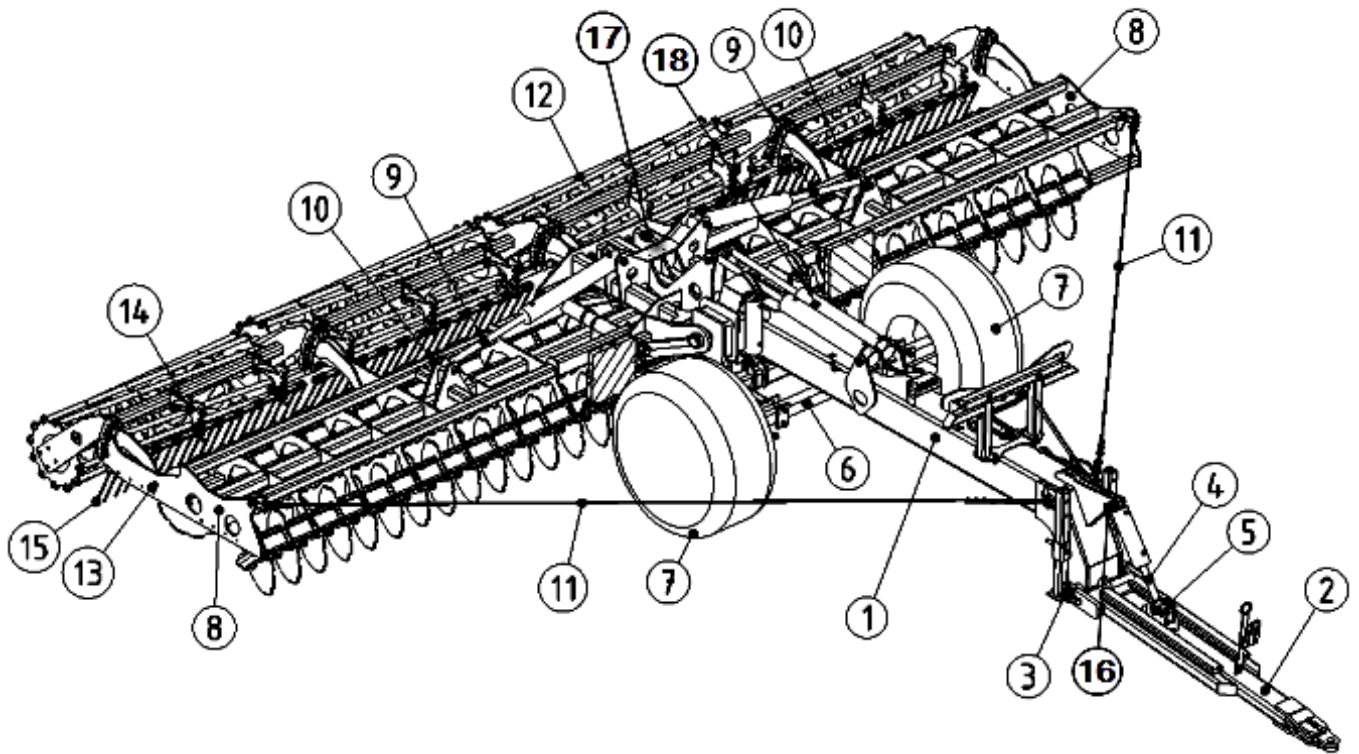

Рисунок 1. Схема сборки агрегата.
- Установите дышло (2) (рис. 1) на основной раме (1) при помощи крепёжной оси (3) (размер \varnothing 70x635), шайбы, корончатой гайки, которую после затяжки застопорить штифтом от проворачивания.
- Закрепить гидроцилиндр (4) на основной раме (1) посредством крепёжного болта (16) (размер \varnothing 30x120) и на дышле крепёжным болтом (5) (размер \varnothing 30x150)
- Установить ось колеса (6) на основную раму (1).
- Смонтировать два опорных колеса (7) на ось (6).
- Подсоединить трактор с дышлом (2) агрегата, соединить гидросистему агрегата с гидросистемой трактора.
- Разложить заднюю самонесущую складную раму (17) путем выдвигания штока гидроцилиндров (18).
- Смонтировать две боковых рамы (8) на самонесущую складную раму (17).
- Закрепить шток гидроцилиндра (9) на боковых рамах (8) при помощи крепёжных болтов (10) (размер \varnothing 30x180).
- Зафиксировать два троса (11) (и отрегулировать их натяжение).
- Установить 4 катка (12) на боковые рамы (8) при помощи болтов (13) (болт 24x80 – 2 шт., болт 24x100 – 3 шт.).